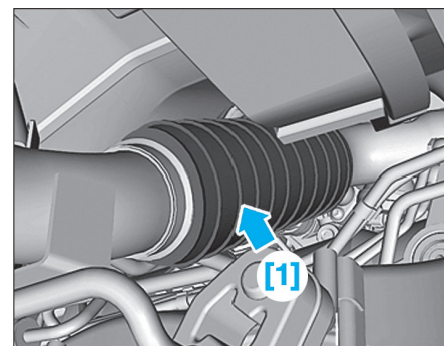

FIG. 122
- Apposer l'outil [1] sur la partie flexible du tuyau avant d'échappement (Fig.122).